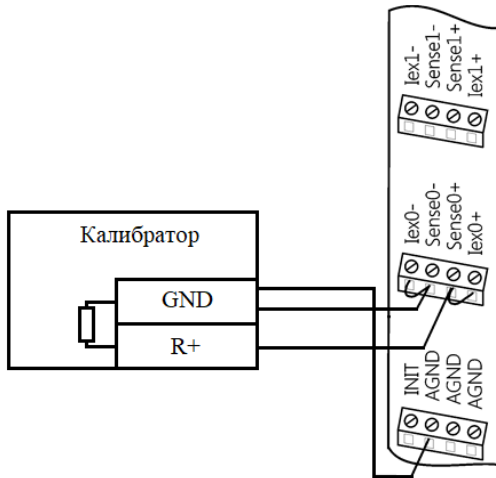
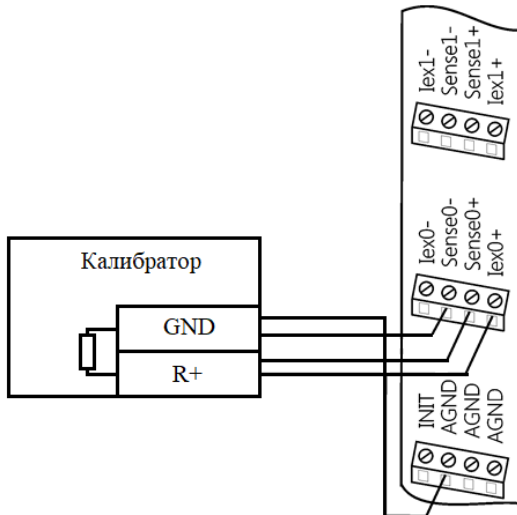

Рис. 4.7. Подключение приборов для юстировки термосопротивлений по трехпроводной схеме соединения модуля NLS-4RTD-Ethernet(-2P)
Рис. 4.8. Подключение приборов для юстировки термосопротивлений по четырехпроводной схеме соединения модуля NLS-4RTD-Ethernet(-2P)
При использовании трехпроводной схемы включения датчика (рис. 4.7) юстировку следует проводить с проводами реальной длины (как в условиях эксплуатации). Это позволит скомпенсировать в процессе юстировки паразитное падение напряжения на проводах.
- подготовить 3-проводную (рис. 4.7) или 4-проводную (рис. 4.8) схему соединения калибратора к нулевому каналу модуля;